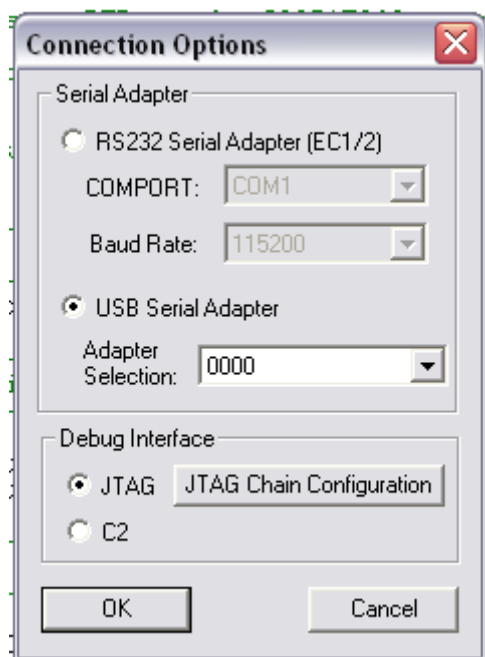

Рис. 18. Окно настройки параметров связи
- При необходимости настройте опции связи через меню **Options>Connection Options**. В появившемся окне «**Connection Options**» (рис. 18) установите для данной отладочной платы параметры **USB serial adapter** и **JTAG** отладчик.